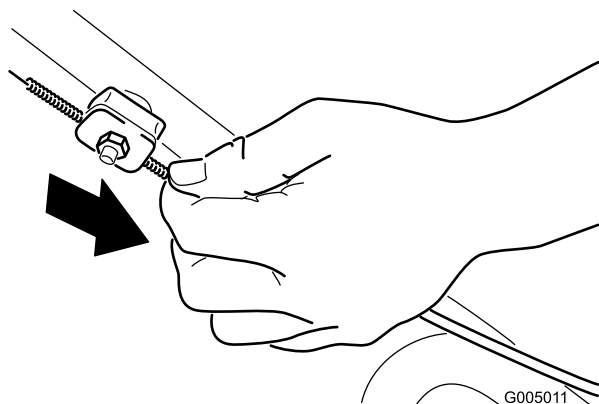

Figure 24
2. Tirez la gaine du câble vers le bas (vers la machine) pour éliminer le mou du câble (Figure 24).